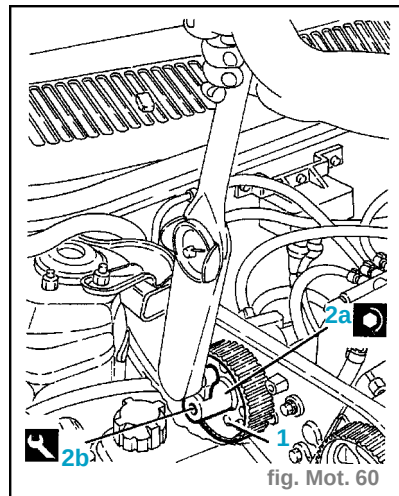

fig. Mot. 60
- Monter la poulie de commande (1) de la pompe de pression. (fig. Mot. 60)